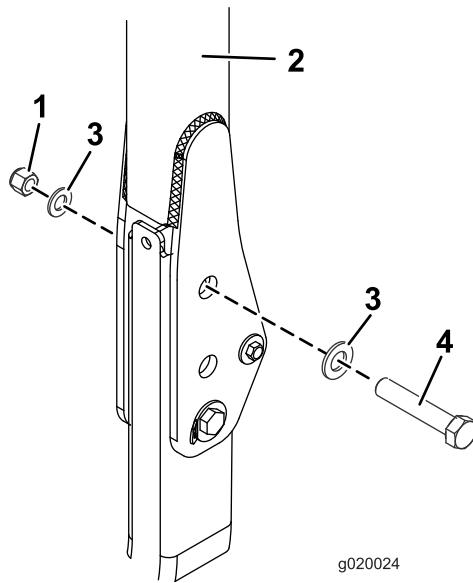

Figura 30
3. Insira uma anilha (13/16 pol. x 1½ pol.) em cada parafuso (¾ pol. x 4 pol.), como se mostra na Figura 30.
4. Nos furos de onde removeu os pinos, instale os parafusos e as anilhas (Figura 30).
5. Instale outra anilha em cada parafuso e prenda com porcas de ¾ pol. como se mostra na (Figura 30). Aperte as porcas com uma força de 323 a 396 N·m.
6. Aperte o parafuso da articulação ROPS (Figura 30) com 91 a 113 N·m para evitar qualquer oscilação da barra de segurança e toldo.